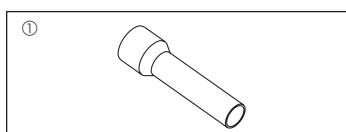

Fig. 1-1
1.6. Tilbehør til utendørsenheten (Fig. 1-1) (SW160, 200)